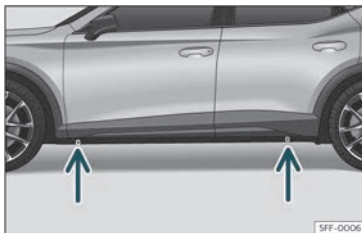

Fig. 38 Punti di appoggio per il cric.
- Individuare nel longherone il punto di appoggio del cric (zona avvallata) più vicino alla ruota da sostituire >>> fig. 38.